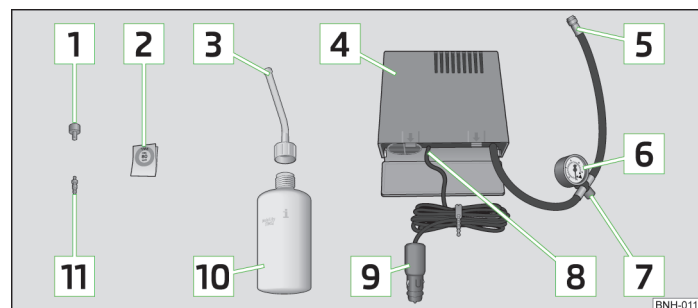

Fig. 116 Componentes del kit de averías
El extractor de válvulas **1** » fig. 116 tiene una ranura en el extremo inferior, en la que encaja el vástago de la válvula. Sólo de este modo se puede desenroscar y enroscar nuevamente el vástago de la válvula del neumático. Esto es válido también para el vástago de la válvula de repuesto **11**.
- Pegar la etiqueta adhesiva **[2]** » fig. 116 » página 153 sobre el cuadro de mandos en el campo visual del conductor.
- Agitar la botella de inflado de neumáticos **[10]** » fig. 116 » página 153 fuertemente varias veces.
- Enroscar el tubo flexible **[5]** » fig. 116 » página 153 del compresor de aire fijamente en la válvula del neumático.